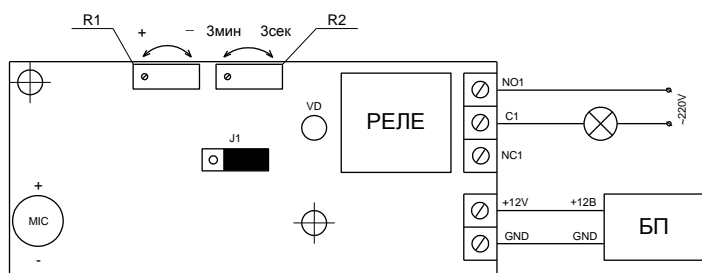

Рис.1 Схема внешних подключений, расположения элементов управления и регулировки (переключатель в положении «триггер»)
Переключатель J1 устанавливается так, как показано на рис.1.
Переключатель J1 устанавливается в левое положение относительно состояния показанного на рис.1. Срабатывание реле происходит при превышении звукового порога, установленного регулятором R1. После этого происходит включение реле на время работы таймера (устанавливается R2). Если за это время приходит повторный сигнал на срабатывание, то таймер обнуляется и отсчет производится заново, а реле при этом остается включенным.
2. подключите нагрузку через клеммы «NC1», «C1», «NO1» (смотри рис.1).